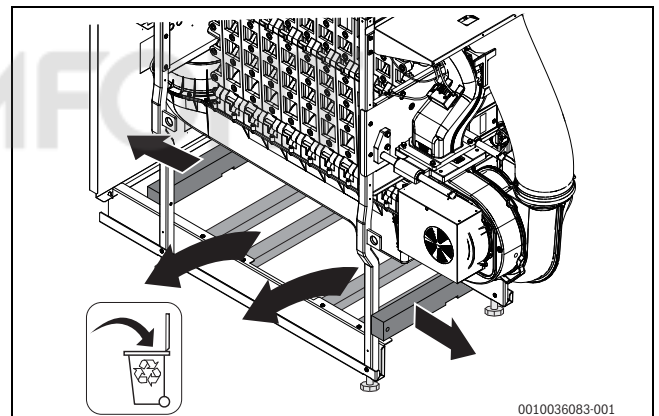

Рис. 17 Удаление транспортных поддонов (примерное изображение)
- ▶ Удалите 4 транспортных поддона между балками (→Рис. 17).
- ▶ Удалите переднюю и заднюю поперечные балки с рамы котла (→Рис. 17).